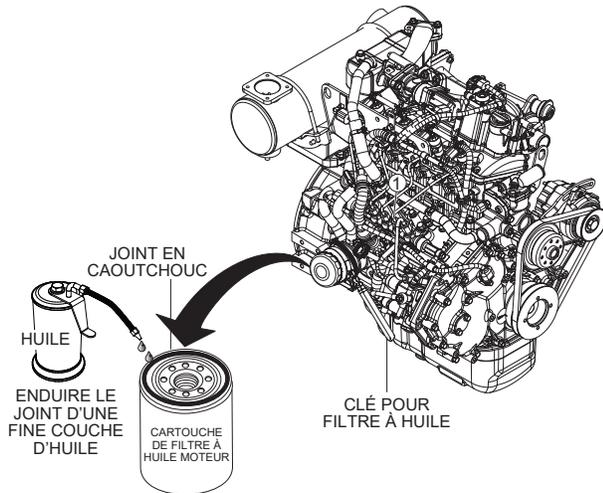

Figure 78. Démontage du filtre à huile moteur
2. À l'aide d'une clé à filtre à huile (Figure 78), déposer le filtre à huile du moteur.
3. Enduire la surface du joint en caoutchouc (garniture) du filtre à huile (Figure 78) avec de l'huile moteur 15W-40 propre.